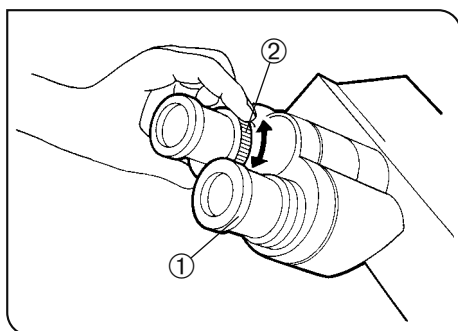

图 42
(图42)
1. 使用右眼从右目镜中观察，转动目镜①上部，使视场中的测微尺达到最清晰（图42）。
3. 使用左眼从左目镜中观察，转动屈光度调节环②对样品聚焦。